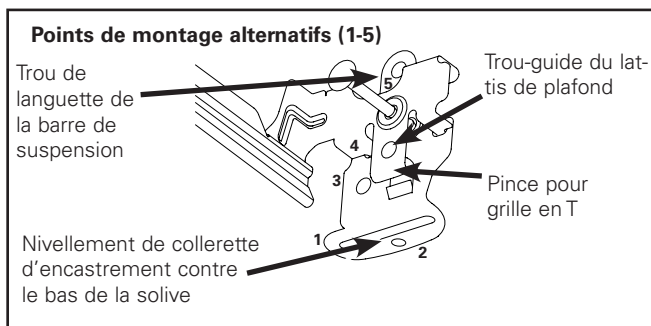

Figure 2.
1. Déployez les barres de suspension de façon à ce qu'elles s'adaptent entre les solives. Positionnez le luminaire en fixant des clous dans les solives. La collerette d'encastrement de la barre de suspension doit être placée au bas de la solive. (Figure 2).